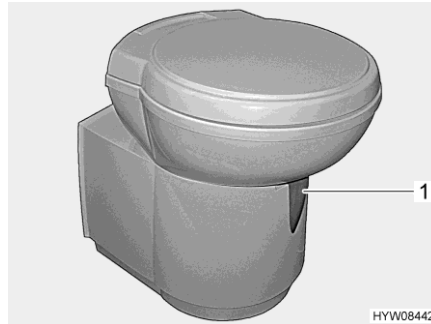

Fig. 217 WC Thetford (orientable)
- Avant d'actionner la chasse d'eau, ouvrir le curseur des toilettes Thetford. Pousser pour cela le levier du curseur (Fig. 217,1) dans le sens inverse des aiguilles d'une montre.